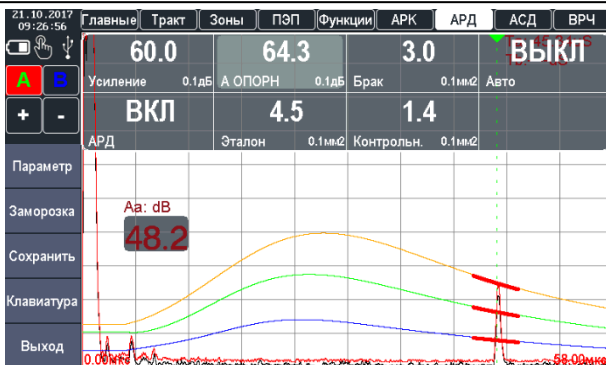

Рисунок 2.53 – Построение АРД диаграммы
6. Включить автоматическое построение АРД диаграммы, для чего в параметре «АВТО» сменить «ВЫКЛ.» на «ВКЛ.». Прибор автоматически определит амплитуду опорного сигнала. Также амплитуду опорного сигнала можно задать вручную в параметре «А ОПОРН.» (рис. 2.53).